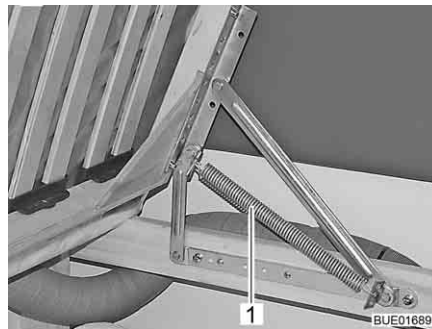

Fig. 85 Lit fixe
- Soulever le sommier à lattes. Les ressorts (Fig. 85,1) maintiennent le sommier à lattes en position ouverte.